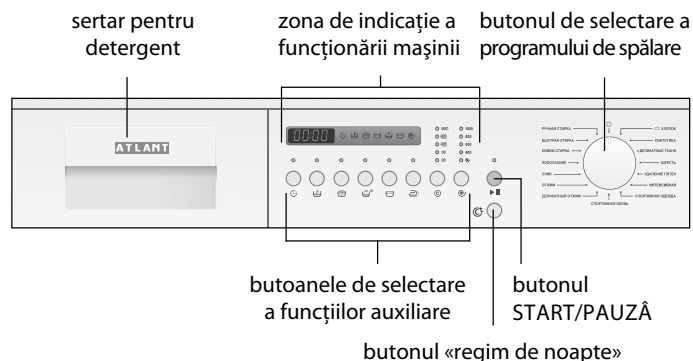

Figura 1 – Panoul de comandă
**1.1.1** Elementele de comandă a mașinii sunt prezentate în figura 1. Butonul de selectare a programului (în continuare numit - Selector), butonul ►|| (START/PAUZĂ), butonul de regim de noapte , și denumirile butoanelor de selectare a funcțiilor auxiliare sunt prezentate în figurile 2, 3.